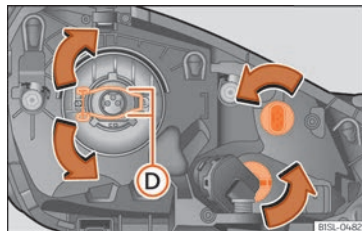

Fig. 49 Projecteur gauche
- Appuyez sur le support de sécurité **>>> fig. 49 D** vers le bas, dans le sens de la flèche, en le décrochant vers le côté et retirez-le.
- Insérez l'ampoule, remettez-la dans sa position et accrochez le support de sécurité **>>> fig. 49 D**